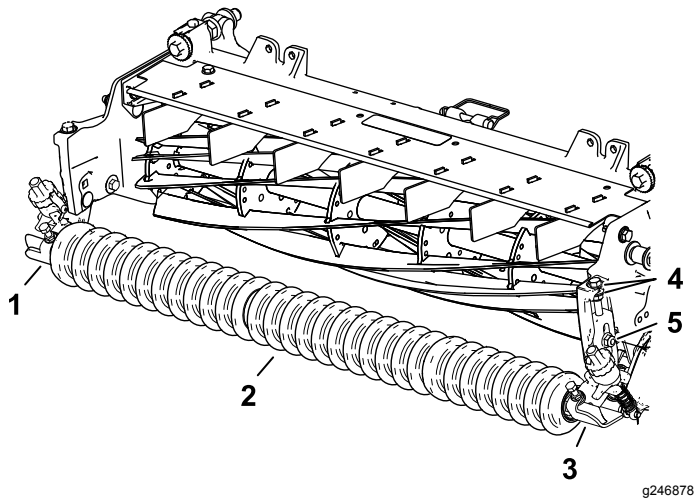

Figura 10
1. Instale provisionalmente los conjuntos izquierdo y derecho de los soportes de altura de corte y el conjunto del rodillo delantero en las chapas laterales de la unidad de corte, con los pernos de cuello cuadrado que retiró anteriormente (Figura 10).